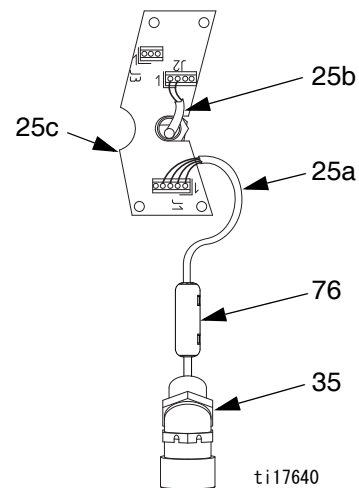

図 29. 回路基板のワイヤ接続
- a. 図 29 を参照してください。トランスデューサケーブル (25a) を回路基板 (25c) の J1 から接続を外します。フェライト (76) を取り外して保持します。
- c. IS 回路フィールドワイヤを回路基板の J2 と J3 から、および 2 つの端子ブロックから取り外します (46)。位置センサーワイヤを 2 つの端子ブロックから取り外します。端子ブロックを保持します。
- e. 導電性張力緩和装置 (74a と 35) をギアハウジングからねじって外します。45° の張力緩和装置 (35) およびトランスデューサコンジットをギアハウジングから引き離します。トランスデューサをポンプの出力カニホールドから取り外さないでください。
- f. 位置センサーと接続部をギアハウジング (1) から取り外します。22 ページを参照してください。位置センサーアダプタ (78) から取り外します。これらの部品を取り置いて下さい。
11. ロックナット (15) をタイロッド (3) からネジを緩めて外します。液体セクション全体を取り外します。タイロッド (3) をギア筐体から捻って外します。